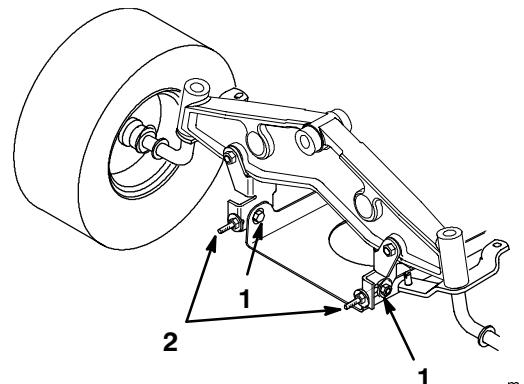

Abbildung 53
7. Zur Einstellung der Schnittmesserneigung in Längsrichtung die vorderen Schwenkplatten-Halteschrauben etwas lösen (Abb. 53).
8. Die Sicherungsmuttern an den Ringschrauben drehen, um die Einstellung zu ändern (Abb. 53). Zum Anheben der Mähwerkvorderseite die Muttern festziehen, zum Absenken die Muttern lösen.
9. Nachdem beide Ringschrauben-Sicherungs-muttern gleichmäßig eingestellt worden sind, die Schnittmesserneigung in Längsrichtung erneut kontrollieren. Mit der Einstellung der Ringschrauben fortfahren, bis die vordere Schnittmesserspitze 0-9,2 mm (0-3/8") tiefer liegt als die hintere Spitze (Abb. 53).
10. Wenn die Schnittmesserneigung in Längsrichtung korrekt ist, die Schwenkplatten-Halteschrauben festziehen (Abb. 53).